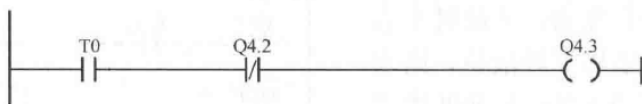

图 5-36 水池水位报警程序梯形图
- 4) 水池水位报警程序。水池水位报警程序梯形图如图 5-36 所示。